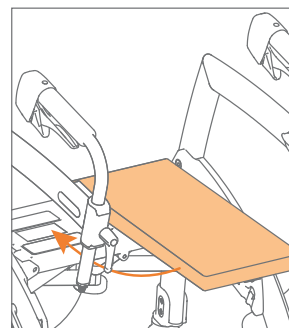

Abbildung 16: Kissen auf dem Sitz platziert.
- Befestigen Sie das Kissen flach auf dem Sitz (Abbildung 16).